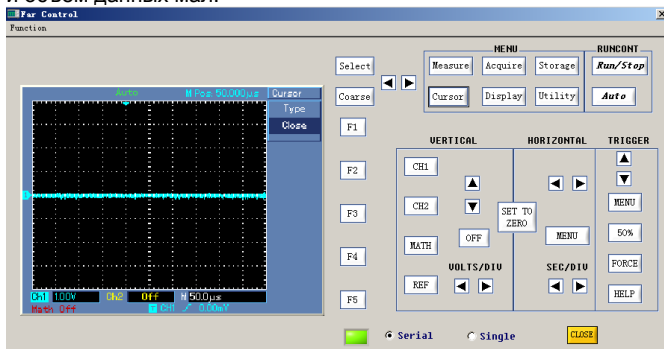

Рисунок 3-4
5. Щелкните по кнопке [Interface], чтобы появилось окно передачи интерфейса осциллографа. Индикатор под кнопкой загорится. Теперь режим передачи интерфейса осциллографа включен (рис. 3-4).
6. С помощью виртуальной панели управления, приведенной на рис. 3-4, вы можете управлять осциллографом с помощью различных кнопок в соответствии с инструкцией по эксплуатации осциллографа. Выберите режим «Serial» в окне на рис. 3-4, чтобы осциллограф мог передавать изображение со своего экрана на виртуальную панель управления в реальном времени. Если выбран режим «single», на виртуальной панели управления отобразится только первое изображение, отправленное осциллографом.